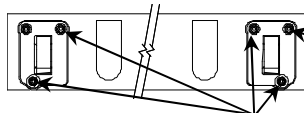

Figura 2.
- Retire la moldura de la placa protectora inferior en la parte trasera del vehículo quitando los (5) tornillos y los (2) remaches plásticos que sujetan la placa protectora inferior al vehículo. Perfore el centro de las cabezas de los remaches usando un punzón pequeño o clavo romo. Deslice con cuidado un destornillador o herramienta de troquelado entre los paneles que cubren para aflojar los remaches y retirar la cabeza del remache restante. Trabaje desde afuera (ubicación del remache), halando lentamente la moldura de la placa protectora hacia arriba.
- Quite o afloje los (2) paneles posteriores de apariencia en la parte inferior del vehículo para tener más espacio durante la instalación del enganche si fuera necesario.
- Retire las (4) tuercas mariposa del parachoques. Ver Figura 2.